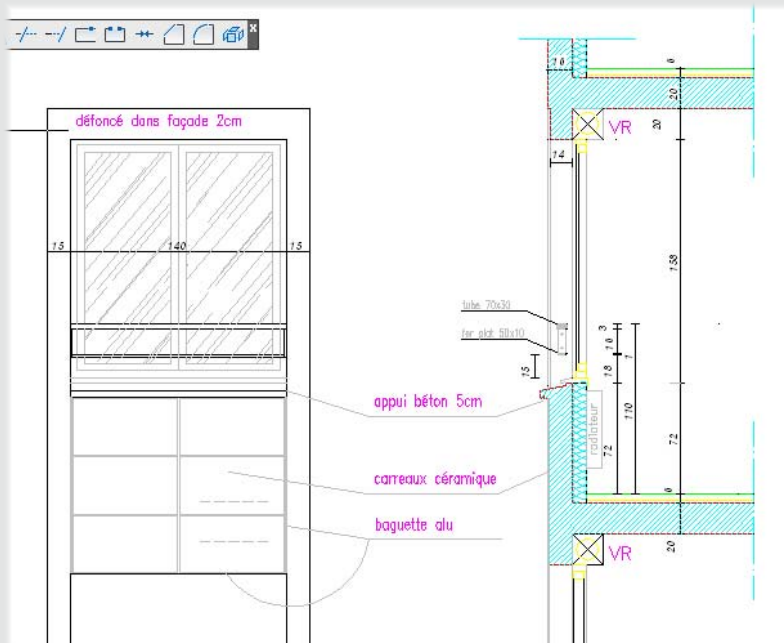

Figure 41
19. La vue en élévation et en coupe apparaît (voir Figure 41).